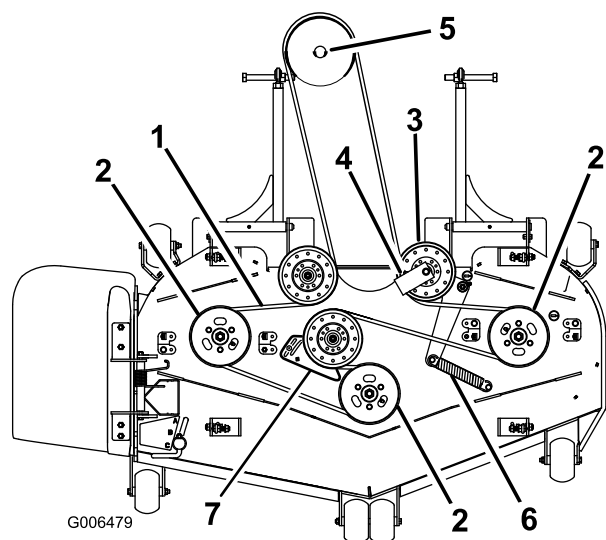
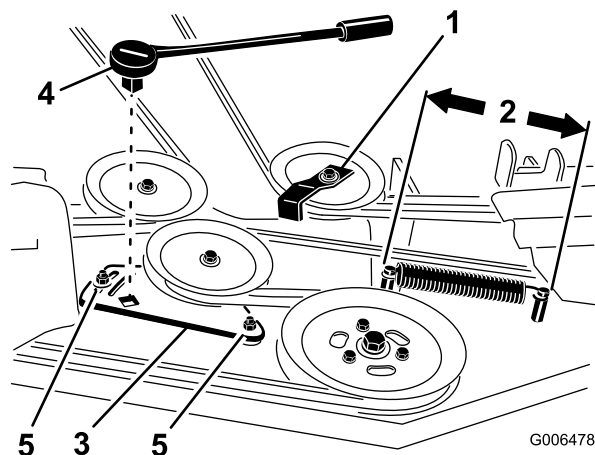

Figura 75
Figura 77
4. Para cortacéspedes de 183 cm (72"), afloje los pernos que sujetan la chapa de la polea tensora (Figura 77).
6. Retire la guía de la correa de la polea tensora tensada con muelle según se muestra en Figura 75 y Figura 77.
8. Pase la correa nueva alrededor de las poleas del cortacésped y de la polea de la caja de engranajes, debajo del motor (Figura 75).
9. Instale la guía de la correa en la polea tensora tensada con muelle con un ángulo de 45 grados, como se muestra en Figura 75 y Figura 77. Apriete el perno a 37–45 N·m (27–33 pies-libra).
10. Instale el muelle tensor en los dos postes (Figura 75 y Figura 77).
4. Mida la longitud del muelle (Figura 77). Si la longitud del muelle es de 25.4 a 26 cm (10" a 10¼") entre los postes, no se necesita ningún ajuste.
5. Afloje los pernos que sujetan la chapa de la polea tensora (Figura 77).
6. Introduzca una llave de carraca en el taladro cuadrado de la chapa de la polea tensora del cortacésped para ajustar la tensión (Figura 77).
7. Gire la llave de carraca para desplazar la chapa de la polea tensora hasta obtener una distancia de 25.4 a 26.0 cm (10" a 10¼") entre los postes, según se muestra en Figura 77.
8. Manteniendo la tensión de la correa y la longitud del muelle, apriete los pernos que fijan la chapa de la polea tensora (Figura 77).